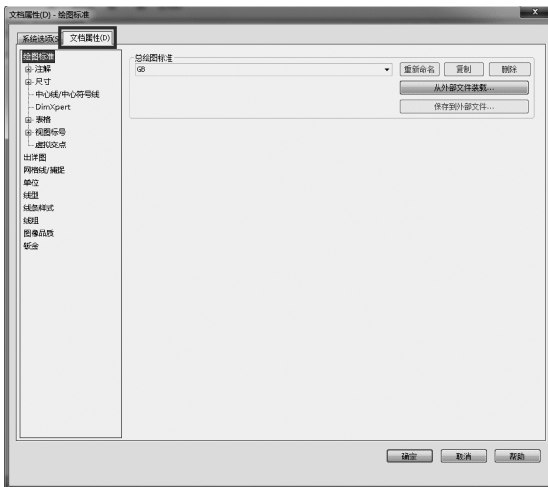

图 13-24 文档属性
- 1) 单击【工具】|【选项】按钮，弹出【系统选项】对话框，单击【文档属性】选项卡如图 13-24 所示。